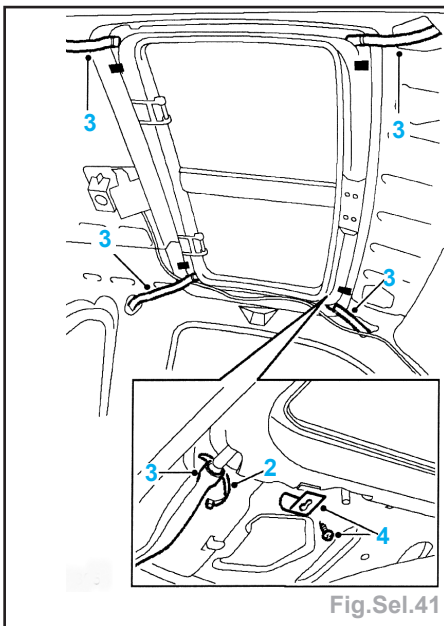

Fig.Sel.41
- les sangles (2) à câbles des tubes d'évacuation et les jeter (Fig.Sel.41).